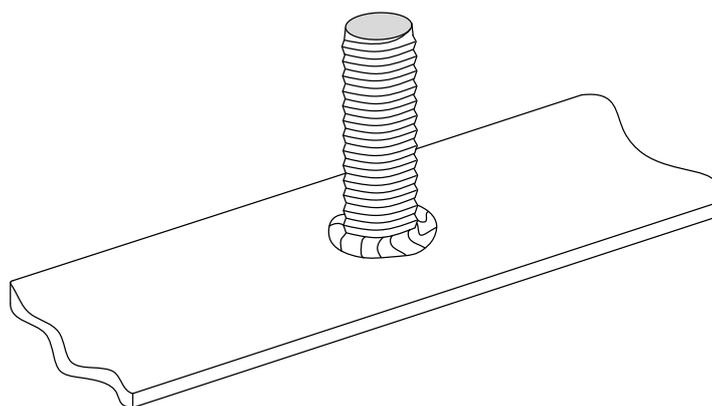
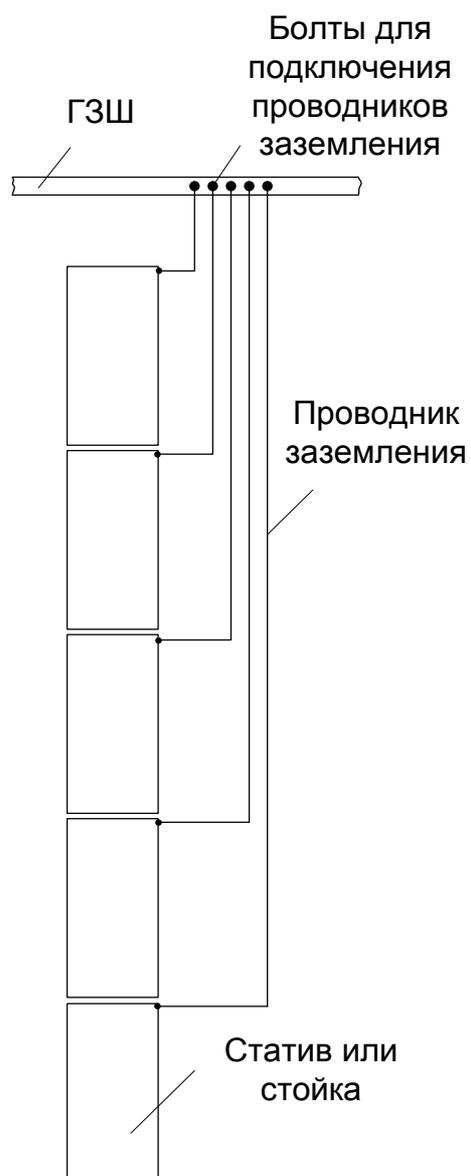

Рис.1. Сварное соединение болта крепления проводников заземления к ГЗШ
Рис.2. Примерная схема подключения проводников заземления к ГЗШ
7.1.2. ГЗШ сечением 4x40 мм должна быть закреплена к стене. Все соединения элементов шины выполнены сваркой. Каждое устройство заземляется самостоятельным проводником из круглой оцинкованной стали диаметром 5 мм к болтам, приваренным напротив ряда (рис.1), число болтов должно соответствовать числу стативов (стоек) в ряду (рис.2). Проводники не должны соприкасаться с кабелем в нишах или на кроссе и иметь промежуточные крепления.